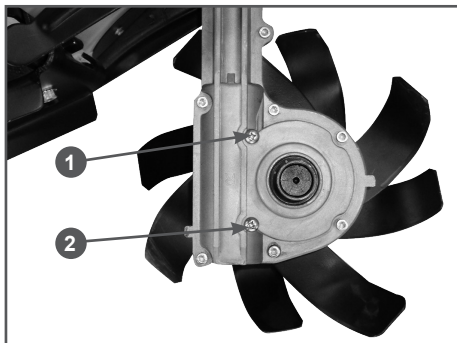

Рис. 22 Замена масла в корпусе редуктора
4. Очистите корпус редуктора вокруг пробок контрольного 1 и сливного 2 отверстий (Рис. 22).
5. Открутите пробки контрольного 1 и сливного 2 отверстий и слейте масло из корпуса редуктора в специально приготовленную для этого емкость (Рис. 22).
6. Закрутите пробку 2 сливного отверстия (Рис. 22).
8. С помощью специального шприца или масленки через контрольное отверстие 1 заливаете в корпус редуктора масло до тех пор, пока оно не начнет вытекать из контрольного отверстия 1 (Рис. 22).
9. Закрутите на место пробку 1 контрольного отверстия (Рис. 22).